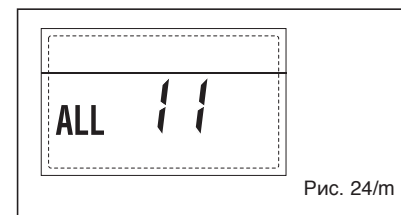

Рис. 24/м
– НЕПОЛАДКА В КОНФИГУРАЦИИ “ALL 12” (рис. 24 / н)